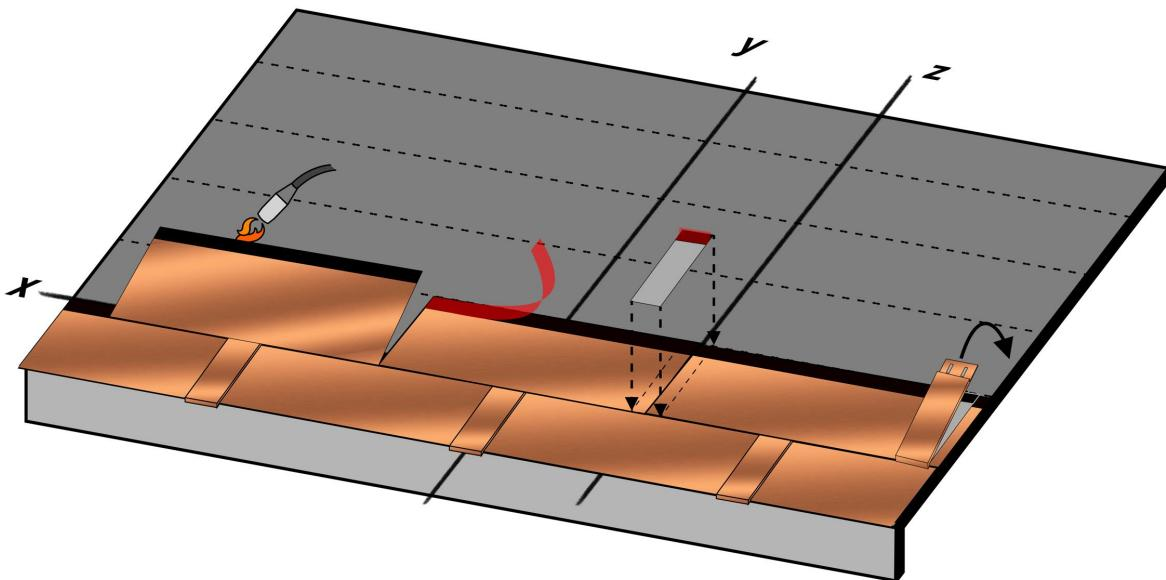

Fig. 22 - Posa della seconda fila di tegole
- Procedere con la posa della seconda fila di tegole: allineare il bordo laterale della prima tegola sulla verticale **z** e il bordo superiore sull'orizzontale distante 29 cm da **x** - vedi Fig. 22. Fissare la tegola alla membrana usando la fiamma del cannetto come precedentemente descritto e sollevando la parte superiore della tegola con apposito strumento, Fig. 22. La fascia autoadesiva fisserà le tegole della seconda fila alle tegole sottostanti della prima fila. Procedere con la posa di tutte le tegole della fila.